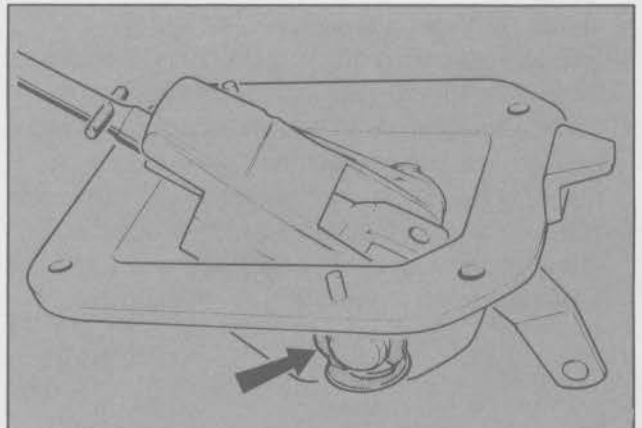

Fig. 142 - Seguro del eje de la palanca selectora
- Retirar el seguro del eje de la palanca selectora (Fig. 142). Retirar el eje de su alojamiento y el brazo inferior de la palanca selectora.